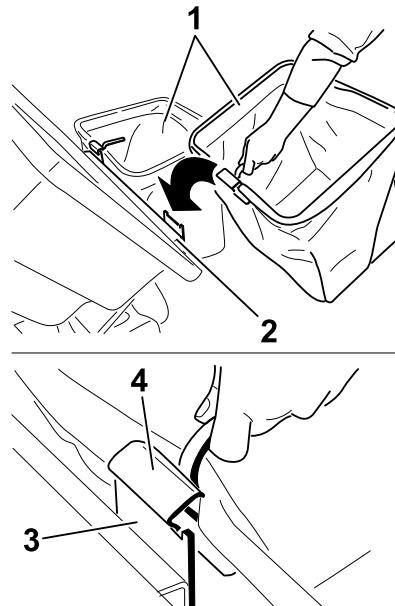

Figure 22
- Soulevez le couvercle et montez les sacs en accrochant les crochets du châssis sur les pattes de retenue (Figure 22).